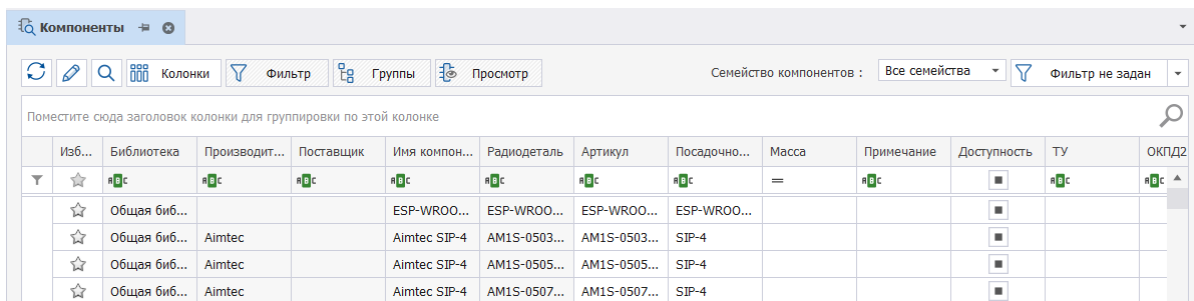

Рис. 46 Окно «Компоненты»
2. Выберите компонент. Для удобства поиска окно дополнено панелью фильтрации, расположенной в верхней части окна, см. Рис. 46.